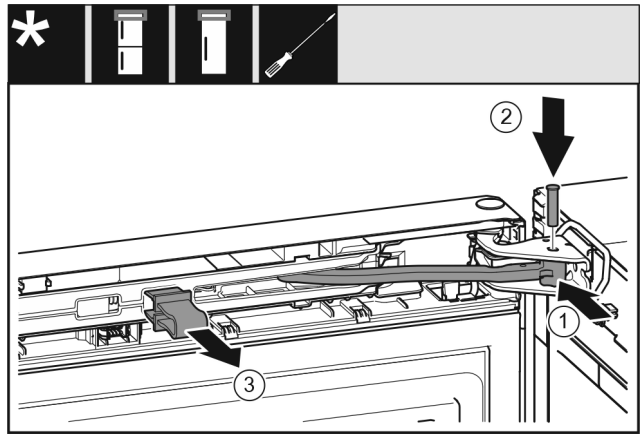

Fig. 21
- Gelenk in Lagerbock drehen. Fig. 21 (1)
- Bolzen in Lagerbock und Gelenk einsetzen. Dabei darauf achten, dass der Rastnocken korrekt in der Nut sitzt. Fig. 21 (2)
- Sicherung abnehmen. Fig. 21 (3)